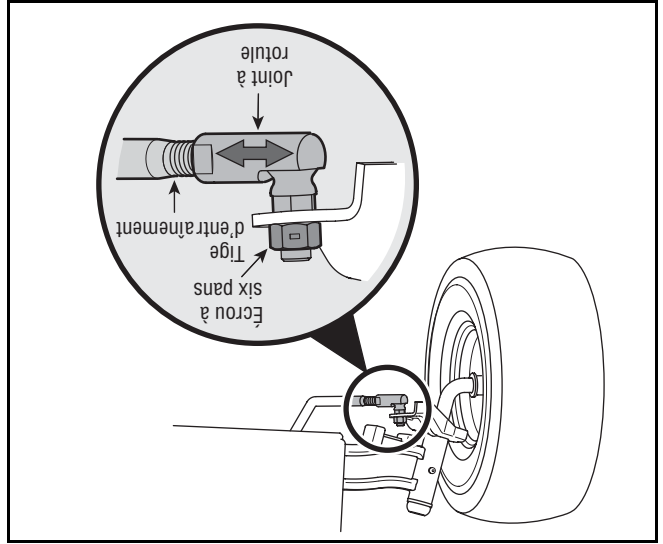

Figure 15
1. Retirez le contre-écrou de blocage sur le dessus du joint à rotule. Voir la Figure 15.